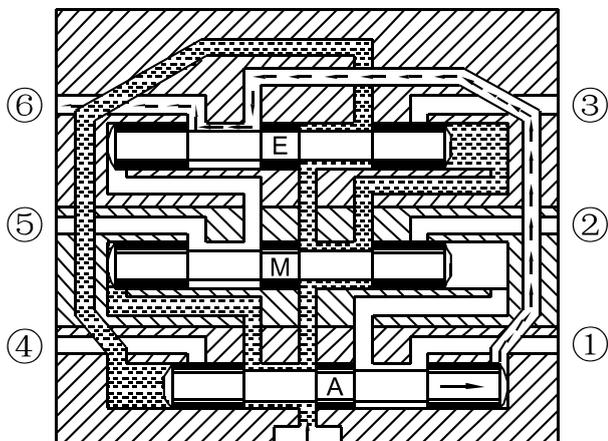
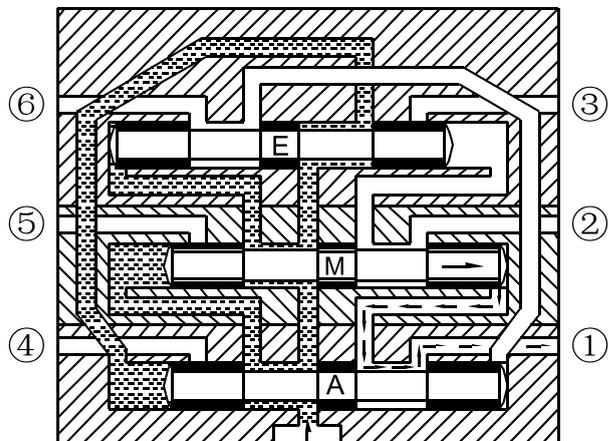
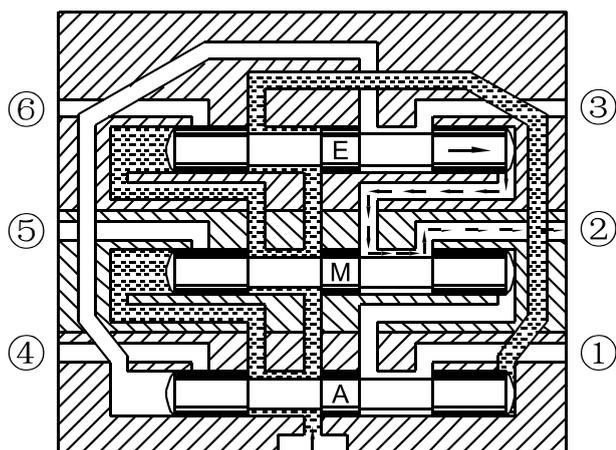

图1 柱塞A动作，油口⑥出油
图2 柱塞M动作，油口①出油
图3 柱塞E动作，油口②出油
压力油由进油通道进入各柱塞腔，按顺序推动各柱塞工作。如首片(A)柱塞动作(图1)，其排出的油剂在尾片⑥的给油口出油；中间片(M)柱塞动作(图2)，其排出的油剂在首片①的给油口出油；尾片(E)柱塞动作(图3)，其排出的油剂在中间片②的给油口出油；若片组中有若干(M)片，依此顺序类推。周而复始，将压力油强制、定量、顺序地输送给各润滑点部位。